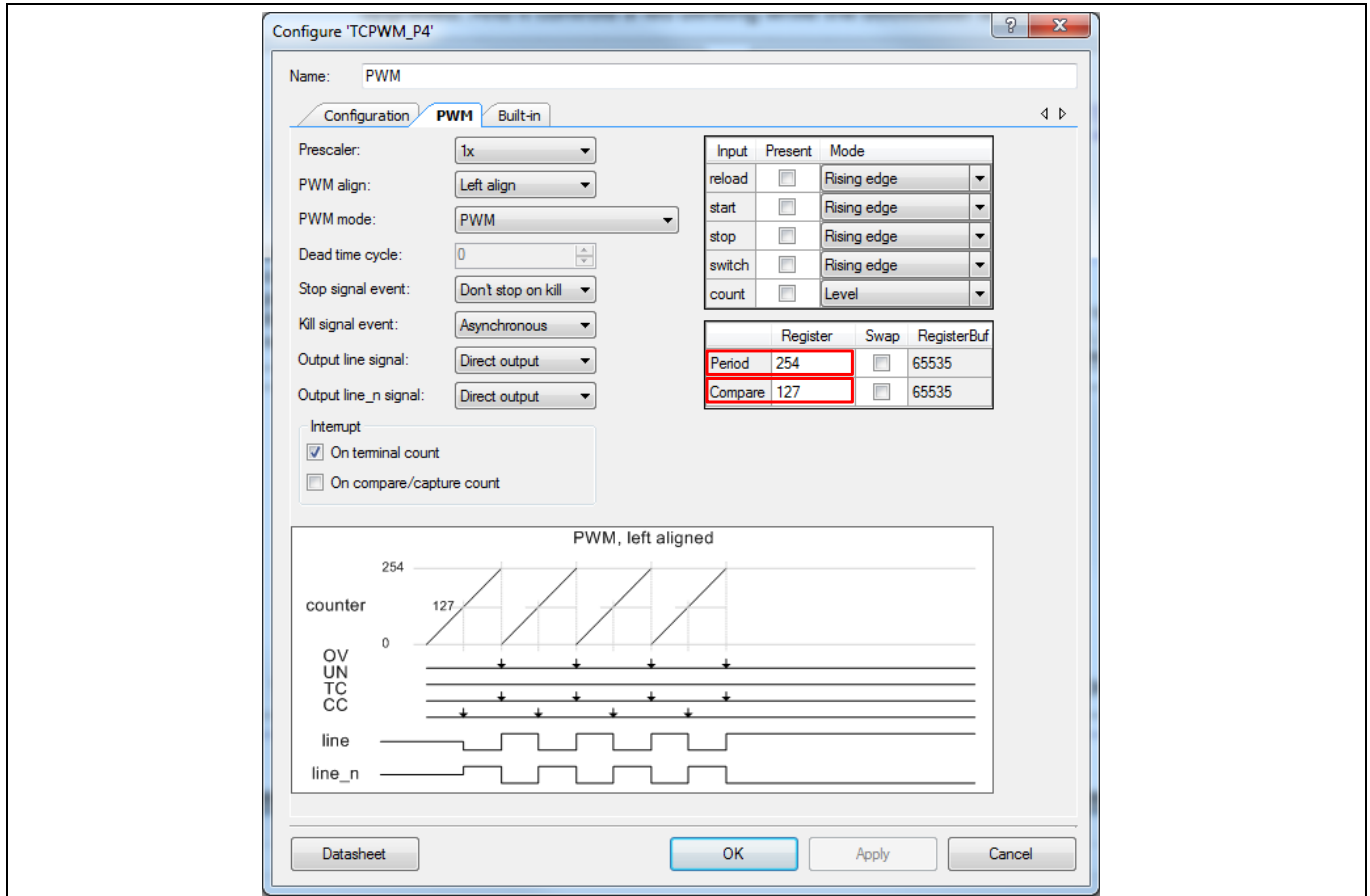

Figure 5 基本 PWM (TCPWM モード) の設定
5. PWM (TCPWM モード) コンポーネントを設定するために、ダブルクリックします。「**Period**」を 254 に、「**Compare**」を 127 に設定します。他のパラメータは初期設定のままにしてください。**Figure 5** に、PWM (TCPWM モード) コンポーネントの基本コンフィギュレーションタブを示します。